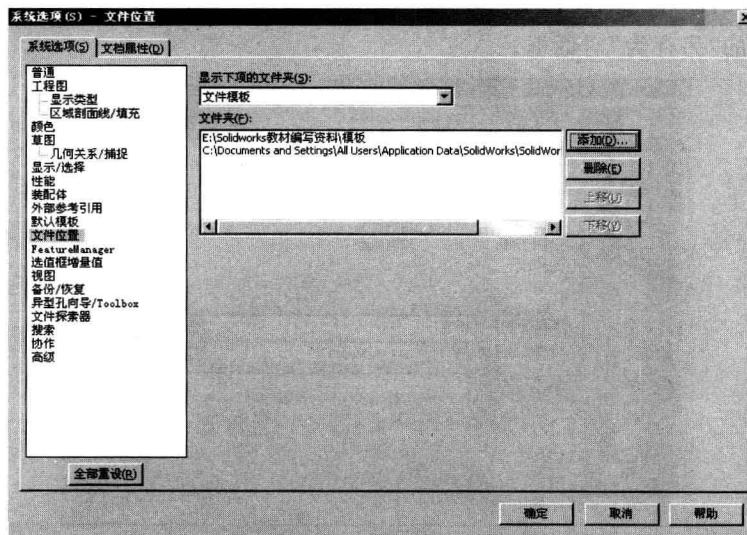

图 1-8 “文件位置”选项
① 在 Windows 资源管理器中创建新文件夹。
② 在 SolidWorks 用户界面中，单击选项图标 \square ，或选择“工具”→“选项”命令。
③ 在系统弹出的“系统选项(S)-普通”对话框中，选择“系统选项”选项卡中的“文件位置”选项，如图 1-8 所示。